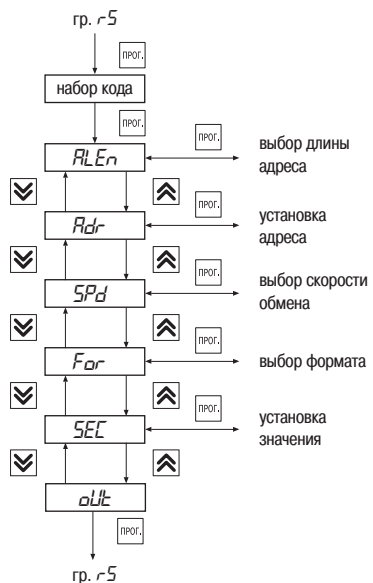

Рис. 21
6.2.2.8. Группа «rS» предназначена для задания значений параметров обмена при установленном в приборе модуле интерфейса связи RS-485 (рис. 21). Код доступа для данной группы «_11».